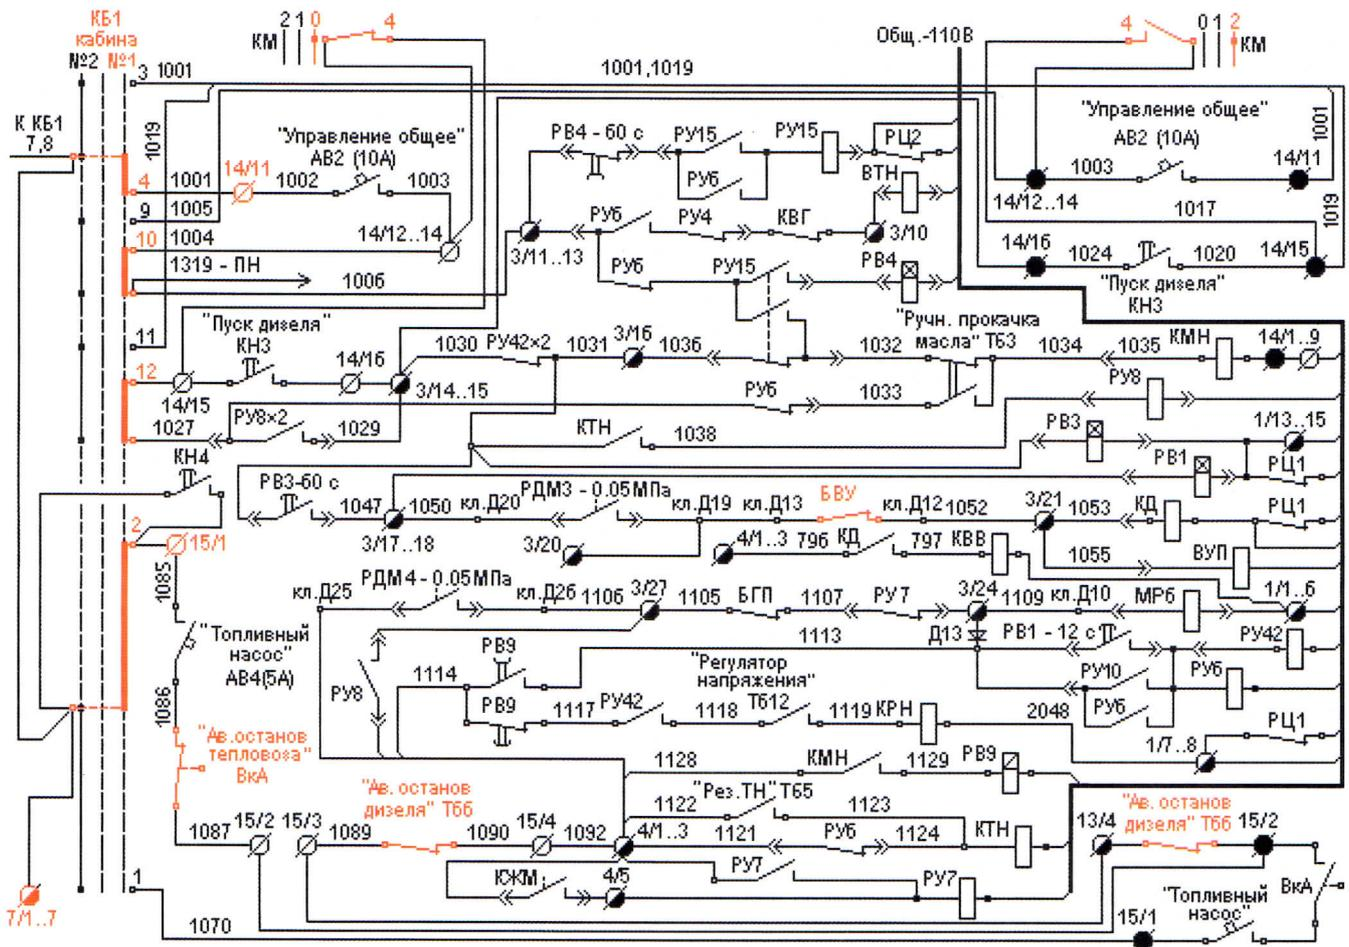

Рис. 1. Цепи запуска дизеля тепловоза ТЭП70 при включенном рубильнике АВ, кабине управления 1 и нулевом положении КМ
При нажатии на кнопку «Пуск дизеля» маслопрокачивающий насос не работает. Необходимо проверить (рис. 1):
**При нажатии на кнопку «Пуск дизеля» маслопрокачивающий насос не работает.** Необходимо проверить (рис. 1):